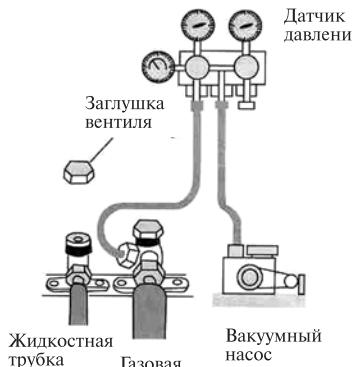

Рис. 9
- По возможности, удалите воздух и жидкость, оставшиеся в системе хладагента с помощью вакуумного насоса (см. рис. 9).